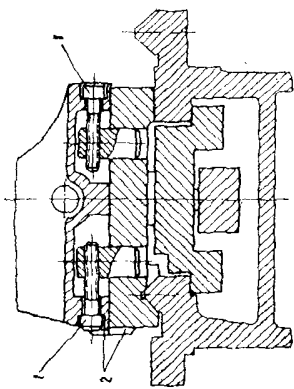

Рис. 12. Схема регулировки.
При точении конуса корпус задней бабки может смещаться с линии центров в поперечном направлении в пределах ± 10 мм (рис. 12).
7. При точении конуса корпуса задней бабки может переменяться в поперечном направлении при помощи винтов 1 (см. рис. 12).